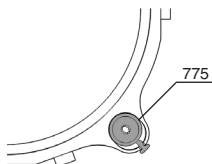

Рис. 4
- для сокета 775 - будет располагаться ближе к условному центру рамки (Рис.4).